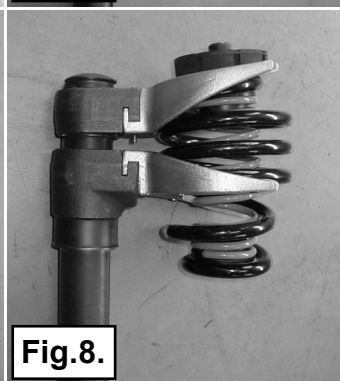

Fig.8.
8. Comprimez le compresse-ressort. Voir fig. 8.
8. Pressa ihop huvudfjädern och hjälpfjädern. Se fig. 8.